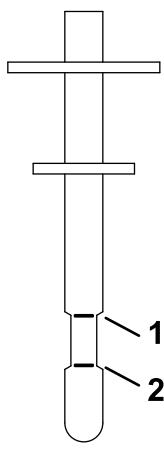

Bild 62
- Stecken Sie den Peilstab in den Einfüllstutzen und ziehen ihn wieder heraus, um den Ölstand zu prüfen (Bild 62).